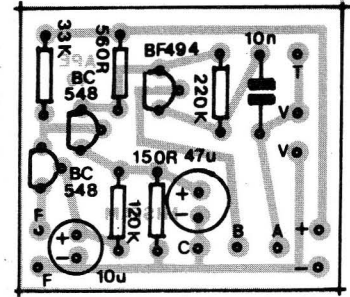

Fig.3'
- FIG. 3 - "CHAPEADO" DA MONTAGEM - Agora vista pela face não cobreada, a plaquinha já contém as peças principais, devidamente posicionadas... Atenção aos seguintes pontos: transístores, referenciados pelos seus lados "chatos" (cuidado para não inserir o BF494 no lugar de um dos BC548, e vice-versa...), polaridades dos capacitores eletrolíticos (o terminal mais longo é sempre o positivo, além de - normalmente - a indicação da polaridade estar inscrita lateralmente, no próprio corpo do componente...) e valores dos resistores, em função dos lugares que ocupam na placa (qualquer troca af, poderá arruinar o funcionamento do circuito, e até causar danos aos transístores...). Observem, ainda, as diversas ilhas periféricas (junto às bordas da plaquinha) que se destinam às conexões externas, a serem detalhadas numa próxima figura... Todas essas ilhas estão devidamente codificadas, para facilitar a localização/identificação, no devido momento... Todas as posições, valores, polaridades, estado dos pontos de solda (isso pelo lado cobreado...) devem ser rigorosamente conferidos ao final, para só então cortar-se as "sobras" de terminais, passando-se à próxima fase da construção do MISFAM...